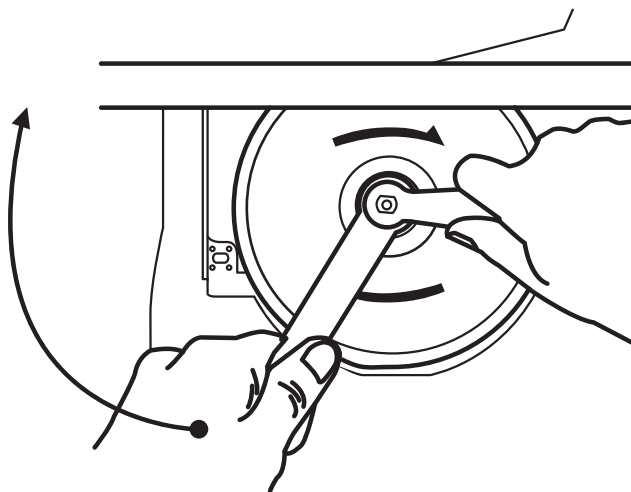

Imagen 8
Apriete la contratuerca con la llave de boca hexagonal (13) sujetando al mismo tiempo el eje con la llave del eje (14). (Ver imagen 8).